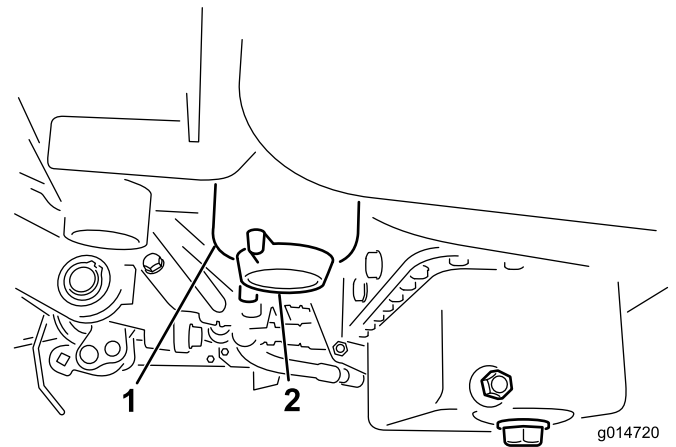

Figure 50
2. Nettoyez la surface autour des supports de la cartouche du filtre (Figure 50).
4. Ouvrez le robinet du filtre (Figure 50).